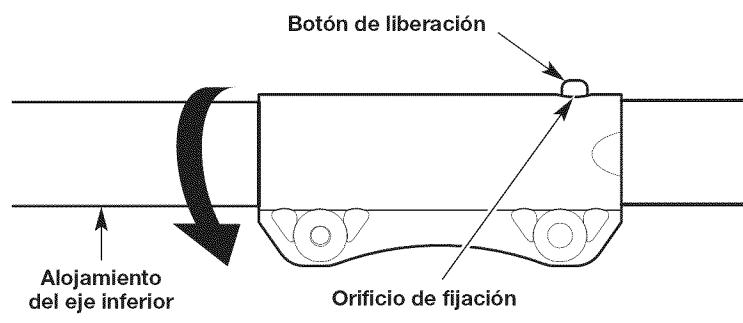

Fig. 10
6. Gire el alojamiento del eje inferior hasta que el botón de liberación entre a presión y quede firme dentro del orificio de fijación (Fig. 10).